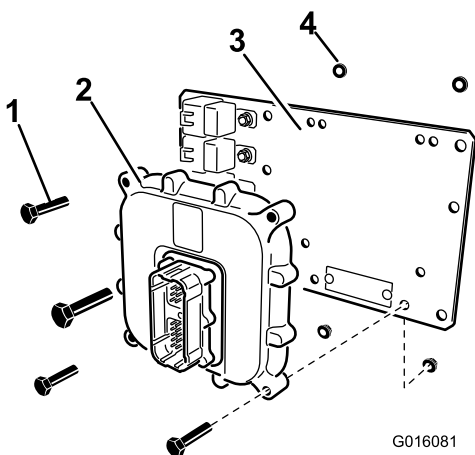

Figura 13
3. Sujete la UCE a la placa de montaje con 4 pernos (1/4 x 1-1/4 pulgadas), y 4 contratuercas (1/4 pulgada), según se muestra en Figura 13.